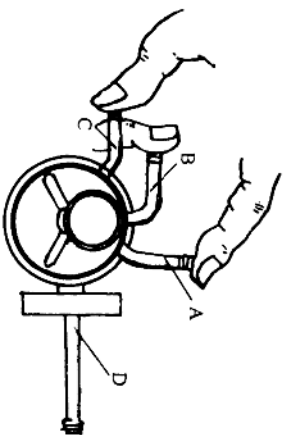

图 1-26
①将汽油泵浸在汽油盘内。
②(图 1-26) 推动摇臂 D 数次, 使油泵排出汽油, 然后用大拇指堵住进油管 B, 使油泵摇臂 D 不再活动。